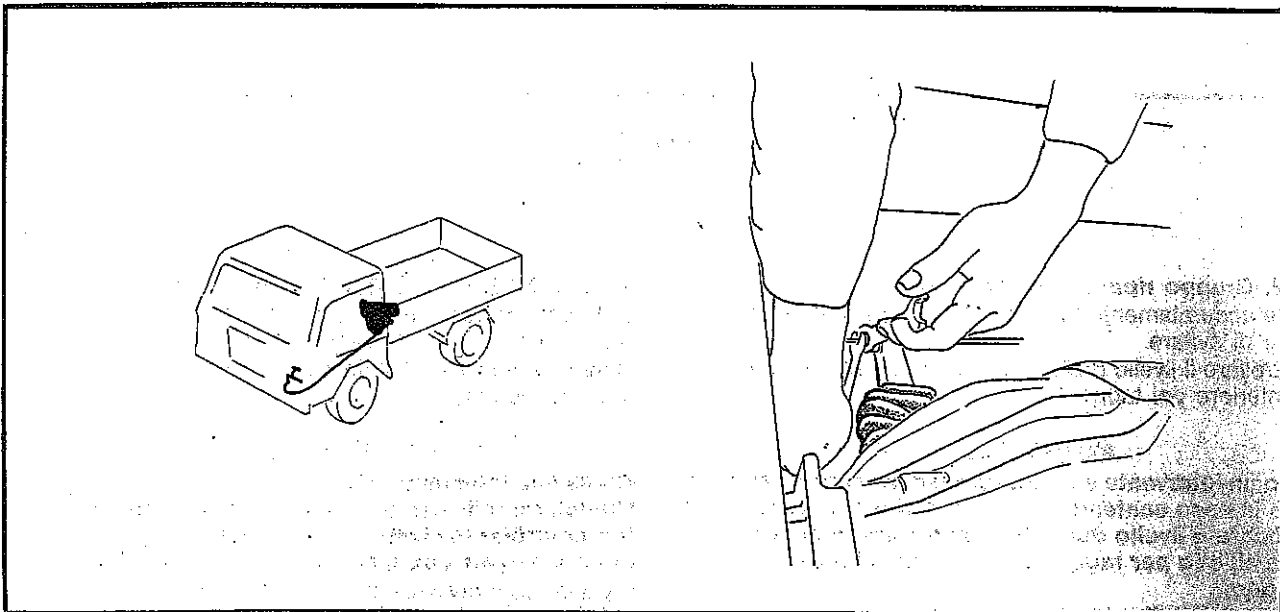

Fig. 2-9 Regolazione frizione
2.9.1. Frizione (fig. 2-9)
2.9.1. EMBRAYAGE (fig. 2-9)